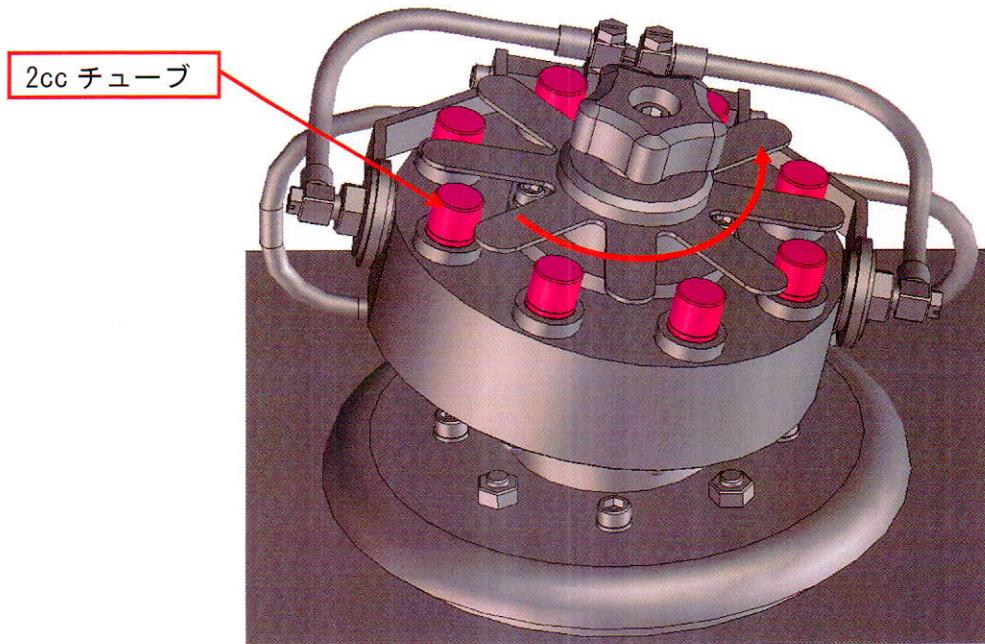

図 4-2. 2cc チューブセット位置(ホルダー：冷却仕様)
4. 2cc チューブセット穴に 2cc チューブをセットしてください。図 4-2 参照